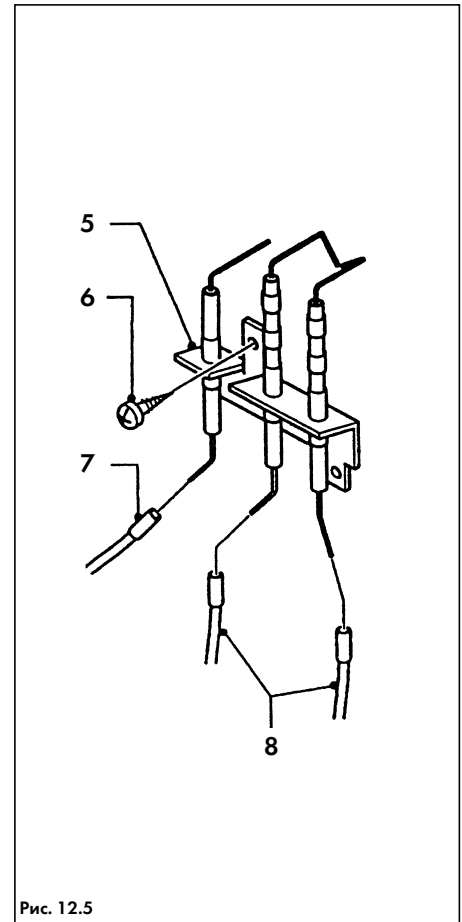
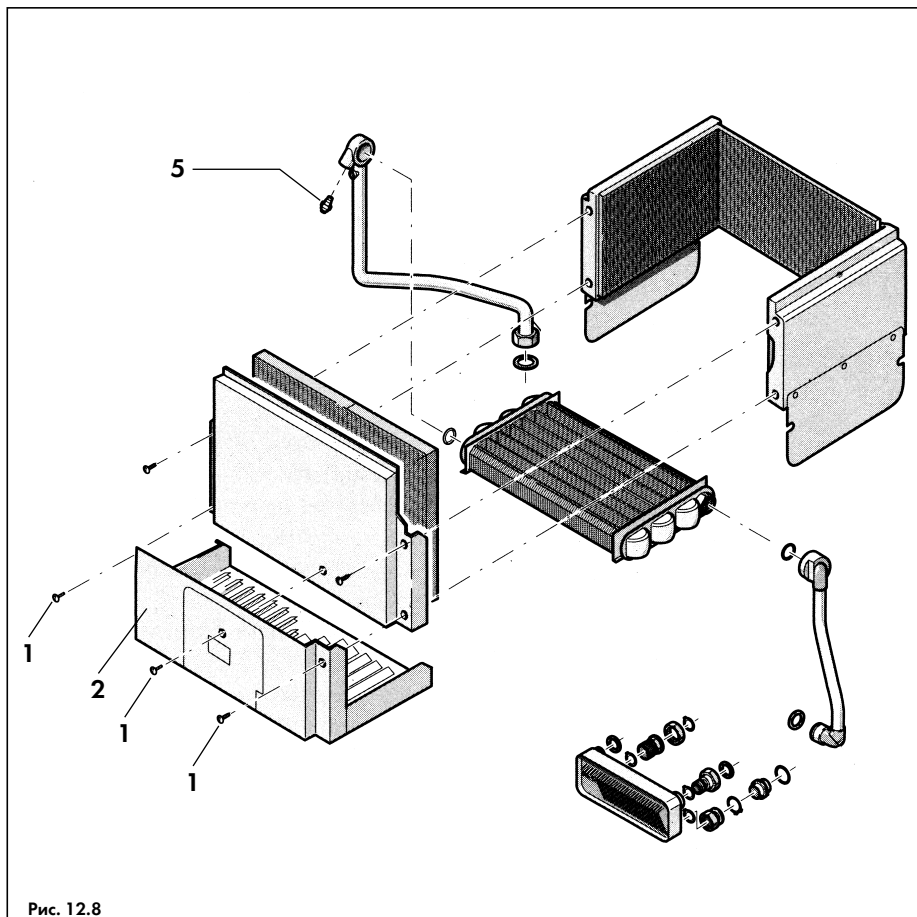

Рис. 12.5
Рис. 12.8
- Когда манометр на панели управления будет показывать "0", открутить на 1-2 оборота штуцер (5, рис. 12.8) для впуска воздуха на подающей линии сразу после теплообменника аппарата, для того, чтобы предотвратить образование разрежения и сделать возможным слив всего количества воды из аппарата.
- Выкрутить винты (1, рис. 12.8) и снять по направлению на себя и вниз теплоотражающий щиток (2, рис. 12.8) со смотровым окошком, отсоединив кабели от электродов розжига (8, рис. 12.5) и ионизационного контроля (7, рис. 12.5);
Ионизационный электрод и электроды розжига у аппаратов VU(W).../1 XE конструктивно выполнены в одном блоке (5, рис. 12.5). Для их замены:
- Выкрутить винт (6, рис. 12.5) и снять блок ионизационного электрода и электродов розжига (5, рис. 12.5) с корпуса горелки.